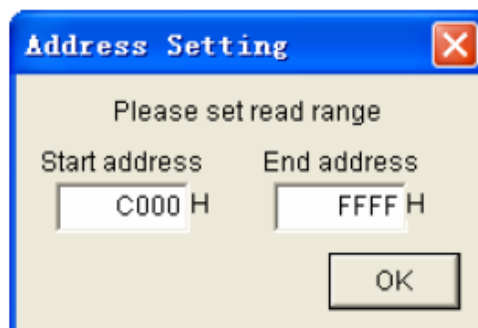

图 2.8 地址设定对话框
1) 单击“Blank Check”按钮, 将弹出如图2.8 所示的地址设定对话框